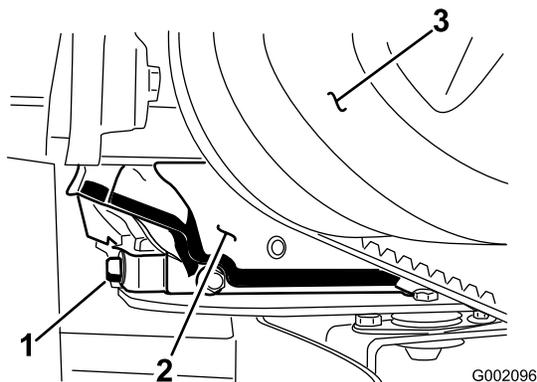

Figura 40
- Alinhe um recipiente de escoamento com uma capacidade de 1,5 l com o tampão de escoamento (Figura 40).
- Retire o tampão de escoamento (Figura 40).